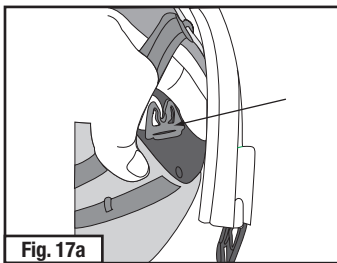
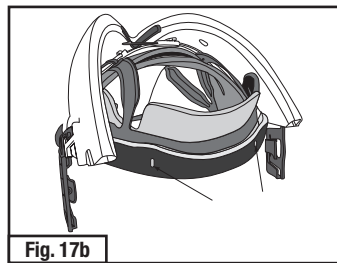

Fig. 17a
Fig. 17b
- Fije la almohadilla para reducción de tamaño S-954 en el arnés como se muestra en la Fig. 17a-d. Las dos ranuras largas en la almohadilla para reducción de tamaño se enganchan en los dos ganchos largos del arnés para la cabeza marcados con una flecha en la Fig. 17a. Use los ganchos más pequeños en el arnés para fijar bien la almohadilla como se muestra (Fig. 17b-17d).